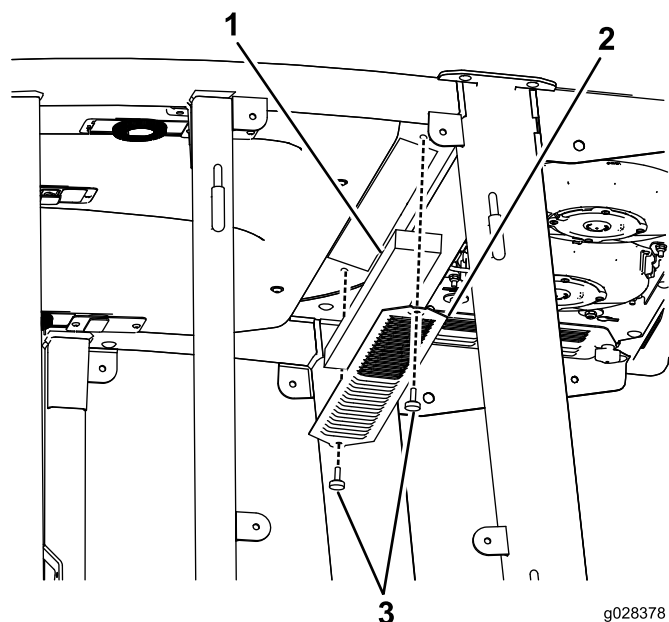
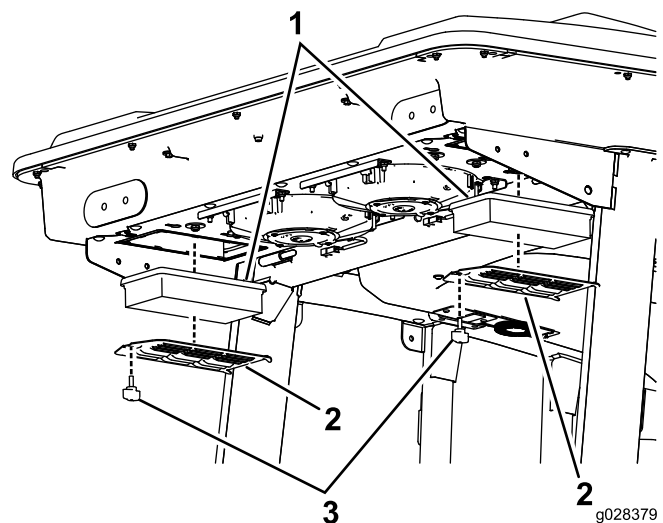

Рисунок 54
Рисунок 55
1. Выверните винты и снимите решетки у салонного и заднего воздушных фильтров кабины (Рисунок 54 и Рисунок 55).